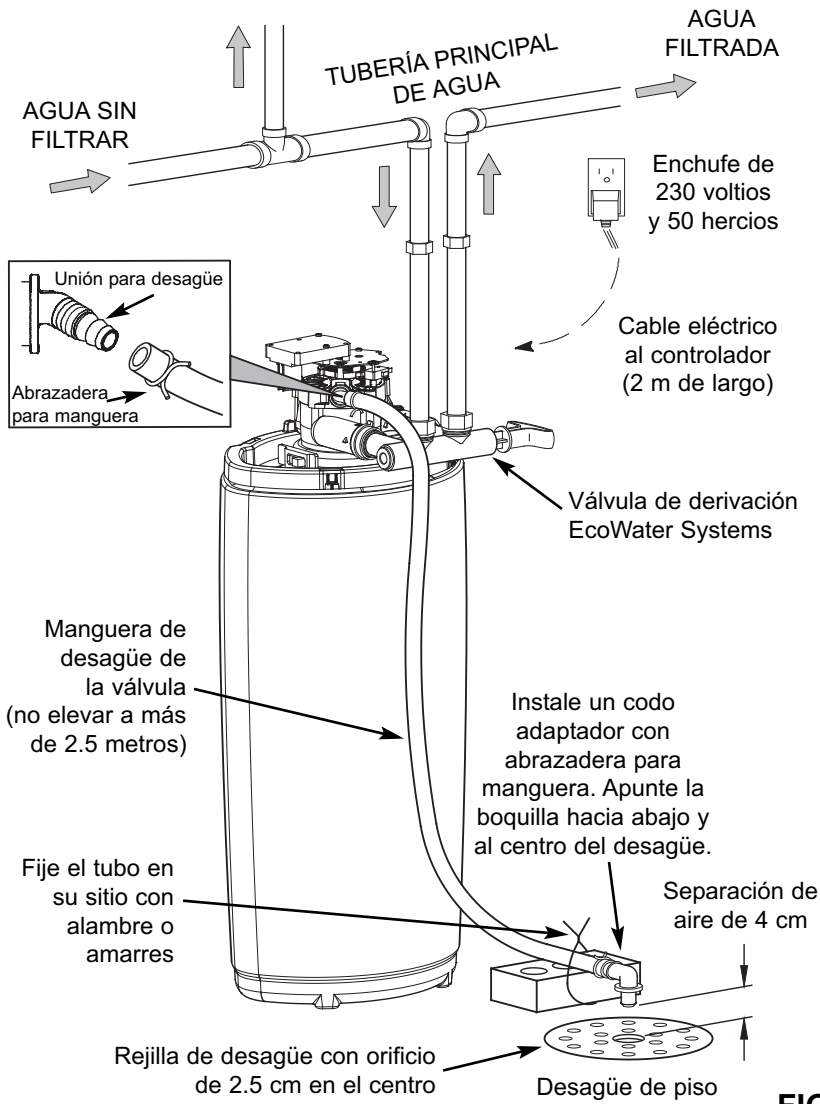

FIG. 1
1. Cerciórese de que la manguera de desagüe esté conectada al sistema central de filtrado de agua y que el otro extremo se haya fijado sobre un desagüe. (Vea Fig. 1.)